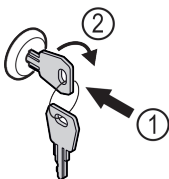

Fig. 149 Ilustratīvs attēlojums
- ▶ Iespiediet atslēgu *Fig. 149 (1)*.
- ▶ Grieziet atslēgu par 90° pulkstenrādītāja virzienā *Fig. 149 (2)*.